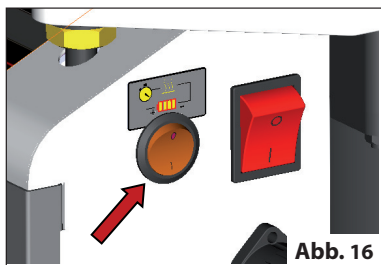

Abb. 16
-Im Batteriebetrieb haben Sie zwei Möglichkeiten: Heizung eingeschaltet – Das wird die Batterie schnell entladen aber die eingestellte Klebertemperatur wird gehalten. Heizung ausgeschaltet – Der Kleber kühlt langsam ab, die Batterie betreibt nur den Vorschub. In diesem Modus wird die Batterie deutlich länger anhalten. Sie können die Heizung mit dem runden Schalter ein- und ausschalten (Abb.16).